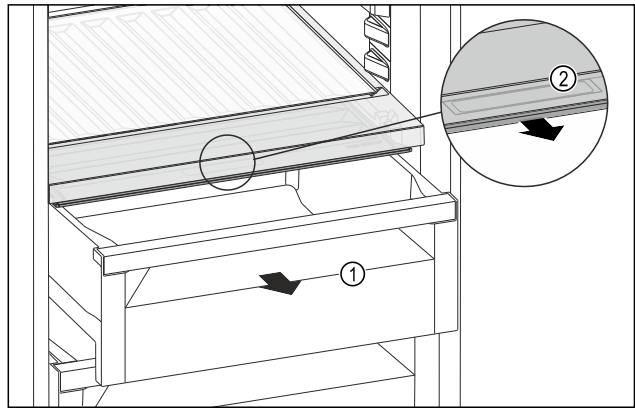

Fig. 146
- ▶ Schubfach Fig. 146 (1) herausziehen.
- ▶ Griffmulde Fig. 146 (2) am Fachdeckel anfassen und Fachdeckel gleichzeitig nach vorne ziehen.